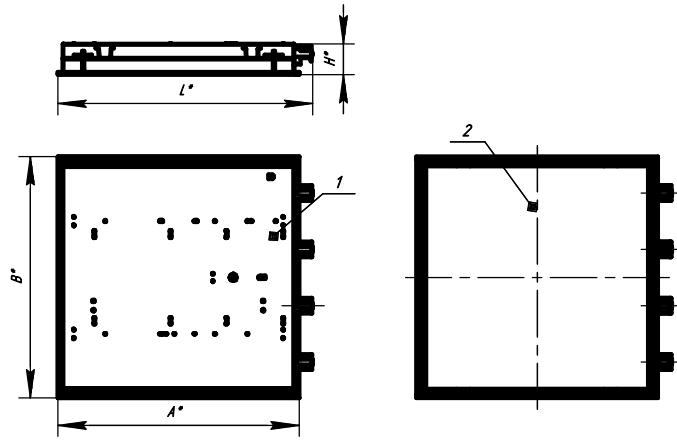

Рисунок 1: 1. Корпус в сборе,
4.1 Светильник состоит: из корпуса в сборе поз.1, в котором размещена электрическая схема; рассеивателя в сборе поз.2 рисунок 1.
6.2. Снимите рассеиватель в сборе поз.2 рисунок 1 из пазов скоб, расположенных по углам корпуса поз.1 на 25-30 мм. Рассеиватель в сборе повиснет на четырех пружинах. Выведите поочередно пружины из пазов скоб корпуса и снимите рассеиватель в сборе.
6.8. Установите рассеиватель в сборе поз.2 рисунок 1 на корпус поз.1, предварительно вставив концы пружин в пазы скоб корпуса и подсоедините заземляющий провод решётки к корпусу в сборе.